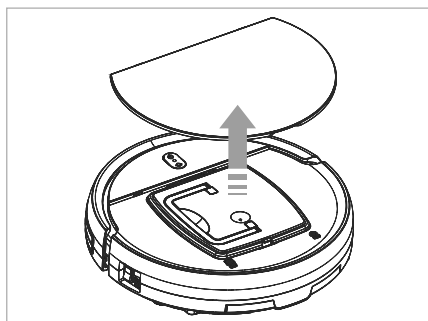

Fig. 7
- 1) Îndepărtați capacul **15** recipientului de praf **14** și trageți-l de mâner din aparat (a se vedea fig. 7 și 8).